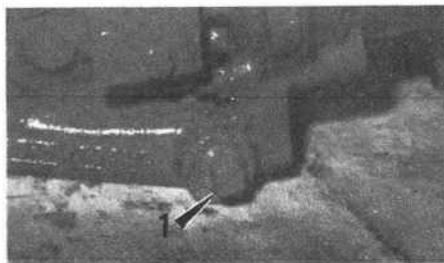

fig. 22
- Sortir le bouchon de remplissage et dévisser celui de vidange (1) [fig. 22].